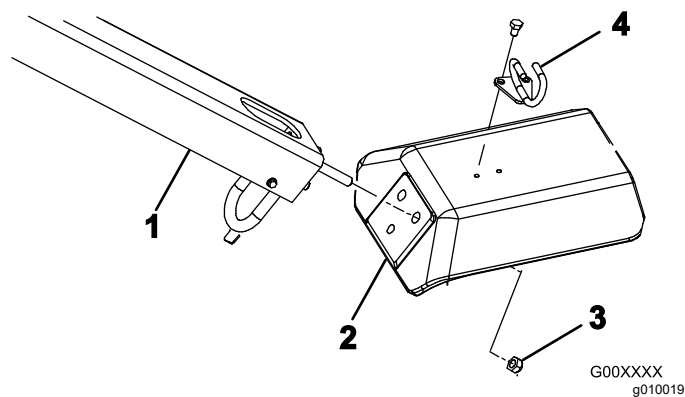

Рисунок 4
2. Вставьте шпильки крепления рукоятки в отверстия вилки (Рисунок 4).
3. Зафиксируйте шпильки рукоятки на вилке (Рисунок 4) тремя контргайками (1/2 дюйма).
5. Закрепите направляющую тросиков на верхней части вилки (Рисунок 4) двумя болтами (5/16 x 1/2 дюйма).